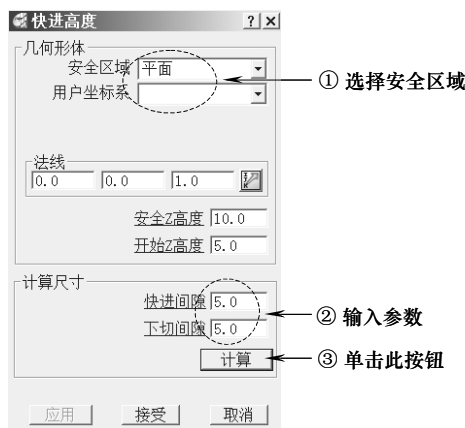

图 7-11 设置快进高度参数
(3) 设置快进高度 在 PowerMILL “综合” 工具栏中, 单击“快进高度”按钮, 打开“快进高度”表格, 按图 7-11 所示设置快进高度参数, 完成后单击“接受”按钮退出。